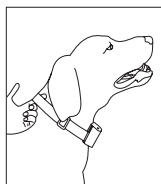

Fig. 3
- » Laat altijd een vingerbreedte ruimte onder de halsband (Fig. 3).